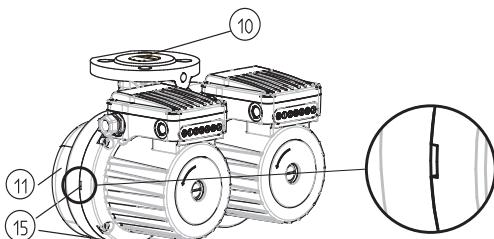

Fig.3
- Pompele GHND (basic, auto), GHNMD (basic, auto) au carcasa hidraulică dublă (Fig.3 – POS.11), aici este înglobată o clapă oscilantă (Fig.3 – POS.10), care basculează automat, depinzând de direcția debitului uneia sau celeilalte pompe.